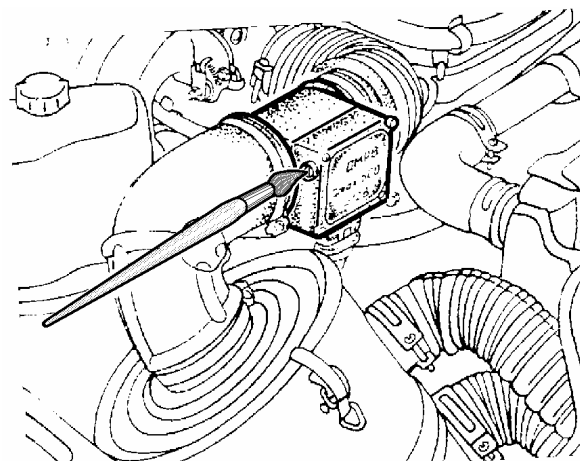

Рис. 5. Фиксация винта потенциометра краской
5.2.4. Зафиксировать краской положение регулировочного винта потенциометра (рис. 5)